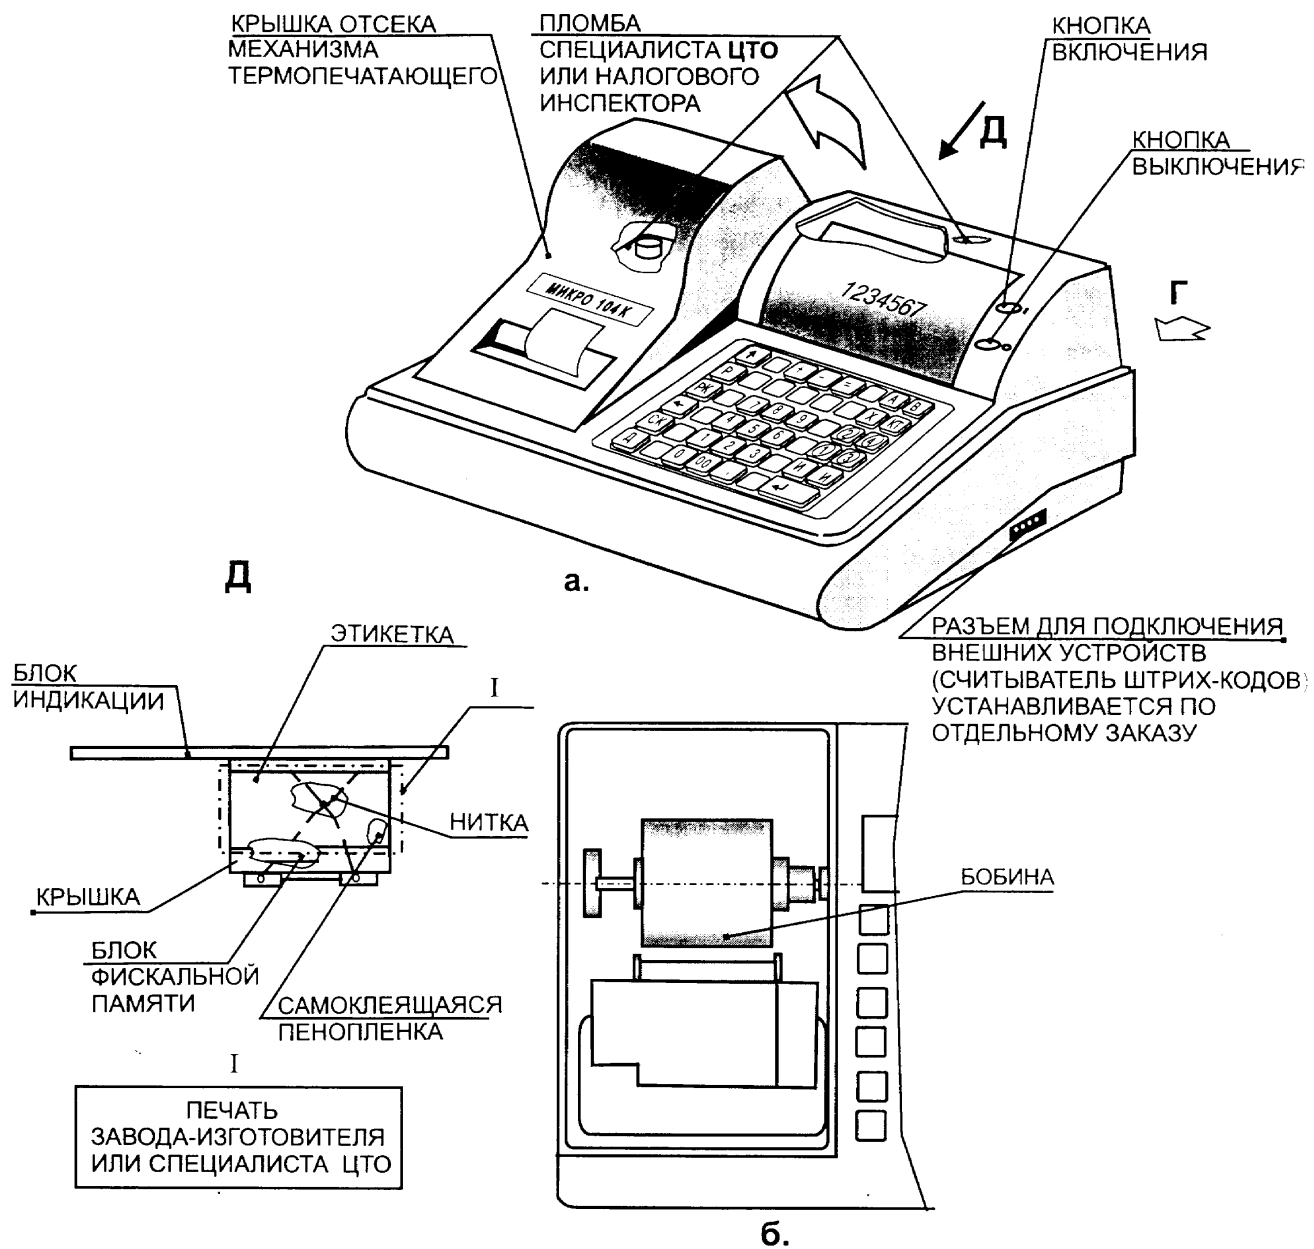

Рис.3.6
- снять крышку отсека механизма термопечатающего (рисунок 3.1а для “МИКРО 103K”), (рисунок 3.6а для “МИКРО 104K”);